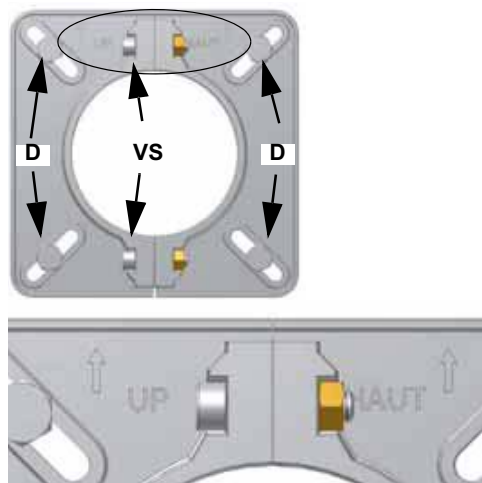

Fig. 5
- 4 conform cu cele date in Fig. 5, fixati flansa pe prezoanele filetate(sau suruburi) **D**, de pe cazan , fara a le strange complet ;